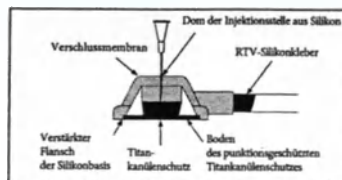

ABBILDUNG 4
b) Die Kanüle in die Injektionsstelle einführen, bis diese gegen den Kanülen-schutz stößt (siehe Abbildung 4).